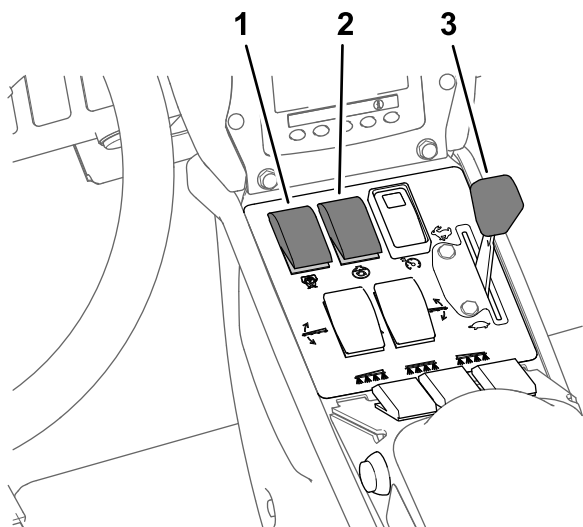

Figura 43
7. Setai comutatorul pentru pompă în poziia PORNIT (Figura 43).
8. Deplasai maneta de acceleraie în poziia RAPID (Figura 43) i permitei motorului să funcționeze timp de 10 minute.
6. Setai comutatorul de agitaie în poziia OPRIT i setai maneta de acceleraie în poziia RAPID (Figura 43).